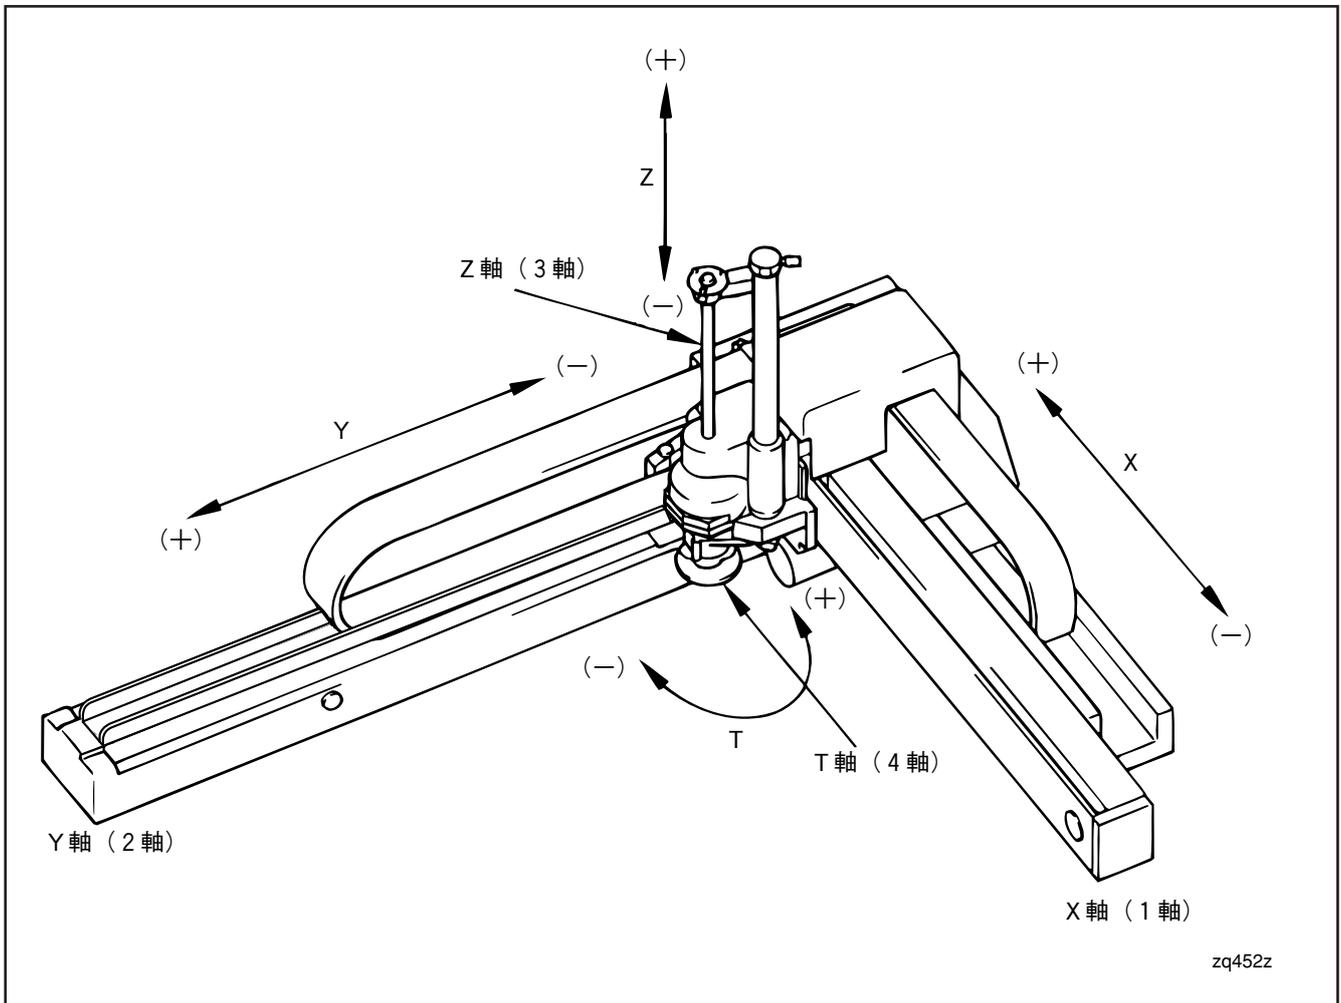

図1-2 ロボット本体各部の名称
1.2 ロボット各部の名称 ロボットの本体の各部の名称と作動方向を図1-2に示します。